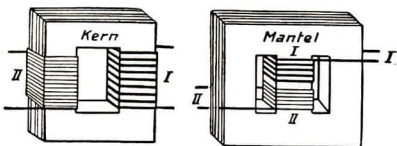

Abb. 388. Kern- und Manteltransformator
**2. Wichtig sind die Wechselstromumformer** (Abb. 388). Sie bestehen aus zwei Spulen *I* und *II* (der **Primär-** und der **Sekundärspule**), die auf einem gemeinsamen Eisenkern gewickelt sind. Man unterscheidet Mantel- und Kernumformer.